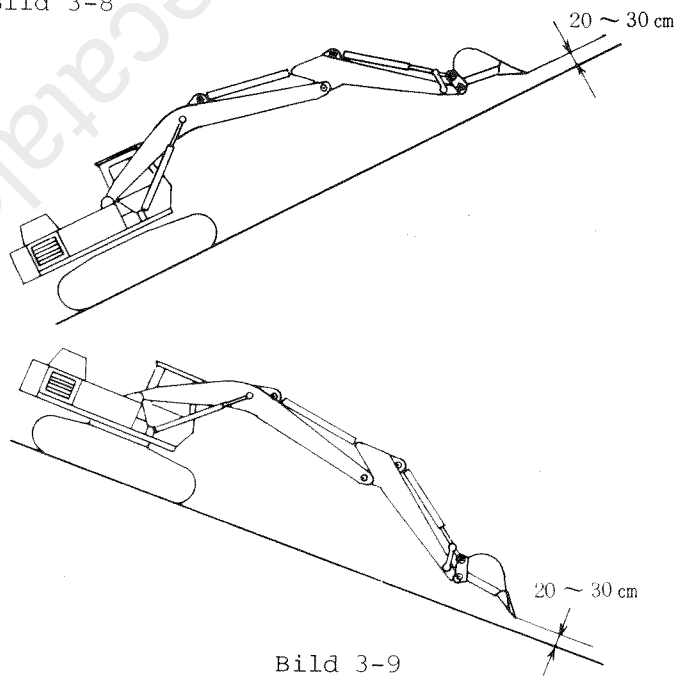

Bild 3-9
(4) Arbeiten an Hängen
- (b) Halten Sie die Ladeschaufel immer $20 \sim 30$ cm über dem Boden, wenn Sie einen Hang hinauf- oder hinunterfahren. (siehe Bild 3-9).